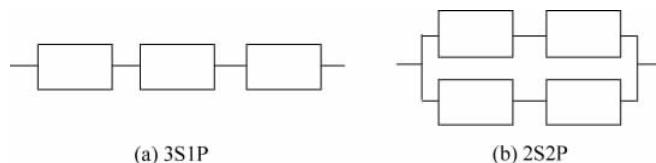

图 3-3 锂电池电芯组合方式
锂电池组包含电池和锂电池保护线路两部分(如图 3-3 所示)。
(1) 锂电池单节电压为 3.7V，3S1P 表示三片锂聚合物电池的串联，电压是 11.1V，其中 S 表示串联，P 表示并联。又如 2S2P 电池表示 2 片锂聚合物电池的串联，然后两个这样的串联结构并联，总电压是 7.4V，电流是单个电池的两倍，如图 3-3 所示。
(2) 不仅在放电过程中电压会下降，而且由于电池本身具有内阻，其放电电流越大，由于自身内阻导致的压降就越大，所以输出的电压就越小。